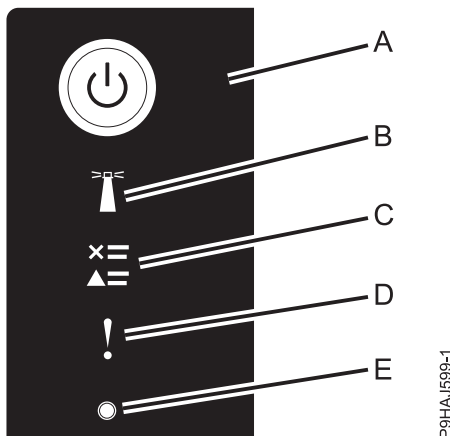

Figura 34. LED de panel de control
- El LED de alimentación (A), tal como se muestra en la figura siguiente, parpadea.
3. Pulse el botón de encendido (A) en el panel de control, tal como se muestra en la Figura 34.